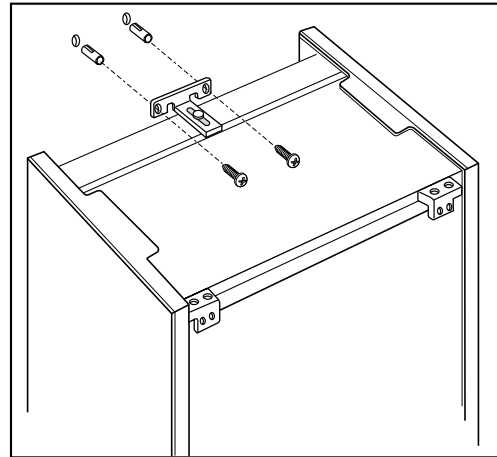

Abb. 15
- An der Wand mit dem eigens dafür vorgesehenen Winkel befestigen (Abb. 15).